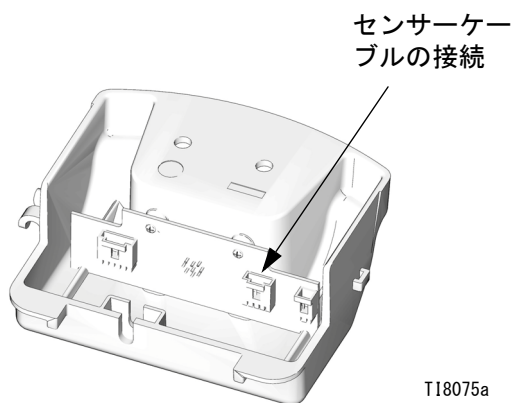

図 15. センサーケーブルの接続
- a. **DataTrak モデル**：ネジ (135) 2 本を外します。DataTrak モジュール (131) を注意深く取り外します。14 ページを参照してください。ランナウェイソレノイドとセンサーケーブルの接続をモジュール板から外します。2 本のネジ (134) を外し、注意しながらハウジング (132) をエアバルブから滑らせて外します。
- b. **リニアセンサーモデル**：ネジ (134) を外し、注意しながらハウジング (132) をエアバルブから滑らせて外します。センサーケーブルの接続を回路基板から外してください。図 15 (28 ページ) を参照してください。
- a. **DataTrak モデル** :ハウジング (132) をエアバルブに注意しながら滑らせます。ネジ (134) を手で通し、11.3 N·m (100 インチ-ポンド) のトルクで締めます。ソレノイドとセンサーケーブルを DataTrak モジュール (131) に再装着します。14 ページを参照してください。モジュールを注意しながらハウジング (132) に滑らせます。2 つのネジ (135) をはめなおします。
- b. **リニアセンサーモデル** :センサーケーブルを回路基板に再接続します。図 15、28 ページを参照してください。ハウジング (132) をエアバルブに注意しながら滑らせます。ネジ (134) を手で通し、11.3 N·m (100 インチ-ポンド) のトルクで締めます。
13. トップカバー (30) を再組み付けします。
5. ネジ (134) を外し、注意しながらハウジング (132) をエアバルブから滑らせて外します。センサーケーブルを回路基板から外してください。図 15 を参照してください。
6. アダプタ (33) の側面にある穴 (H) を通してケーブルをねじ戻し、アダプタの上部からケーブルを引き出します。
7. アダプタ (33) とセンサー (35) のネジを外します。センサーをエアモーターから真っすぐ持ち出してください。
8. スレッド接着剤を新しいセンサーハウジングに装着してください。センサー (35) をトップキャップ (1) 内にねじ入れてください。40.6-48.8 N·m (30-36 フィート・ポンド) のトルクで締めます。
9. スレッド接着剤を アダプタ (33) に装着してください。センサーケーブルを アダプタのトップから真上に持ち上げ、次にアダプタをトップキャップ (1) 内にねじ入れてください。40.6-48.8 N·m (30-36 フィート・ポンド) のトルクで締めます。
10. アダプタの側面にある穴 (H) を通してセンサーケーブルをねじ込み、回路基板に再び接続します。図 15、28 ページを参照してください。ハウジング (132) をエアバルブに注意しながら滑らせます。ネジ (134) を手で通し、次に 11.3 N·m (100 インチ・ポンド) のトルクで締めます。
11. スレッド接着剤をリフトリングに (21) 塗布します。アダプタ (33) を回らないようにレンチで抑え、リフトリングに 40.6-48.8 N·m (30-36 フィート・ポンド) のトルクで締めます。
12. トップカバー (30) を再度取り付けます。